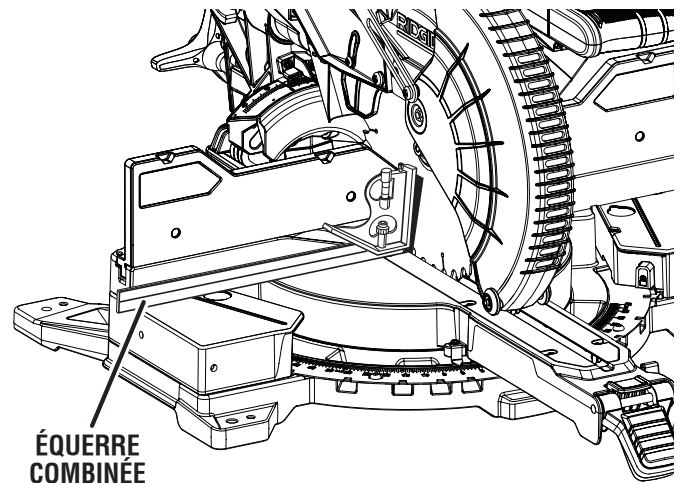

Fig. 26
- Des réglages sont requis si les angles supérieurs ou inférieurs de la lame sont éloignés de l'équerre, comme illustré aux figures 26 et 27.